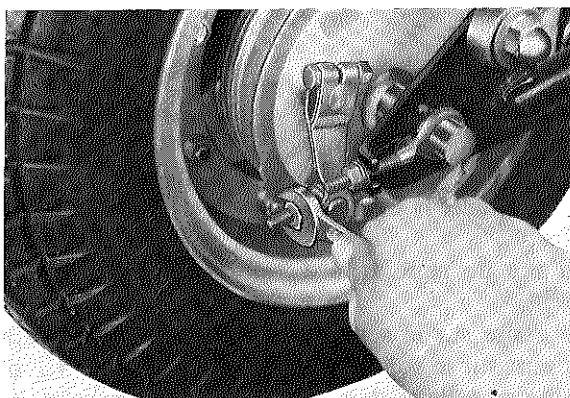

Fig. 2-4-4
- a. Turn the adjusting nut on the rear brake rod in or out until brake pedal freeplay is suitable (25 mm minimum freeplay). (Figs. 2-4-4 and 2-4-5)
- a. Tourner l'écrou de réglage prévu sur la tringle du frein arrière de manière à donner à la pédale un jeu adéquat (25 mm au minimum) (Figs. 2-4-4 et 2-4-5).
- a. Einstellmutter an der hinteren Zugstange einoder ausdrehen, bis das erwünschte Maß (mindestens 25 mm) eingestellt ist. (Fig. 2-4-4 und 2-4-5)